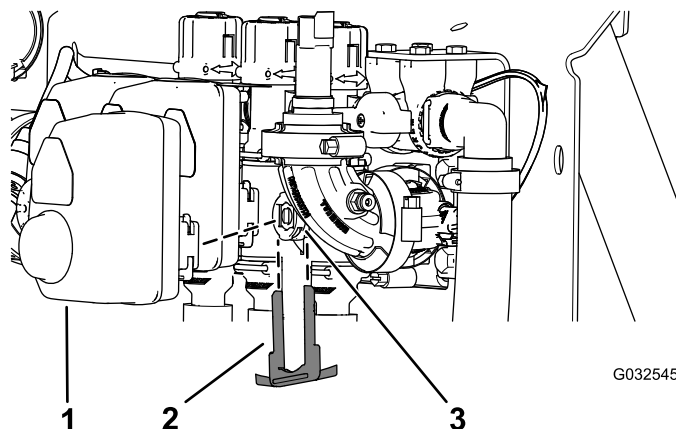

Figure 113
2. Retirez l'étrier qui fixe l'actionneur à la vanne de section de rampe ou la vanne d'agitation sur le collecteur (Figure 113).